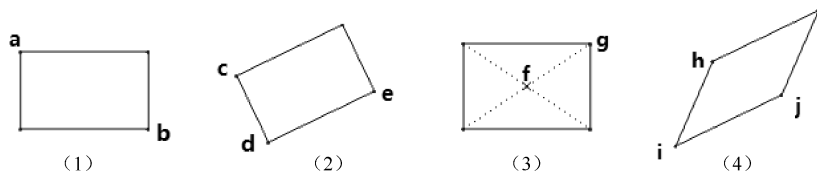

图 2-9 绘制矩形
选择  矩形工具，在绘图区移动鼠标指针点选两个点 a、b 作为矩形的对角点，生成图 2-9 中的矩形 (1)。
选择  斜矩形工具，通过两点 c、d 绘制矩形的第一条边，移动鼠标指针确定延伸方向，在适当位置 e 处单击鼠标左键完成绘制，形成如图 2-9 (2) 所示的斜矩形。
选择  中心矩形工具，选择一个点 f 作为矩形中心，移动鼠标指针确定矩形宽度及高度，到 g 处单击鼠标左键绘制如图 2-9 (3) 所示的中心矩形。
选择  平行四边形 工具，绘制第一条边，移动鼠标指针确定平行四边形的方向，在适当距离处单击鼠标左键确定图形的另一边长，绘制如图 2-9 (4) 所示的平行四边形。